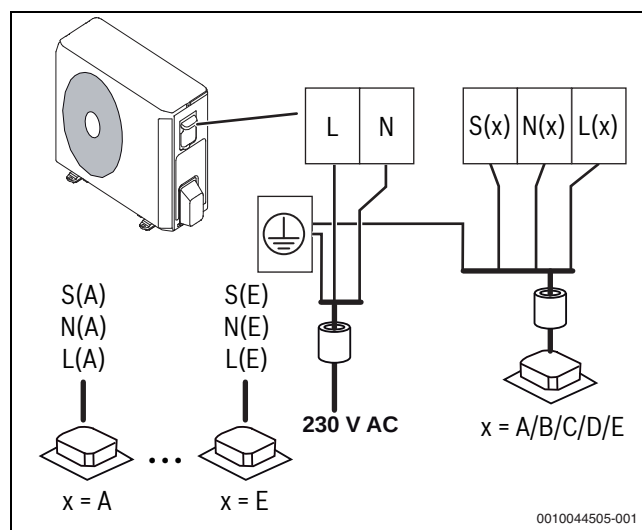

Bild 20 Außeneinheit anschließen
- ▶ Die Kommunikations-Kabel an der Zugentlastung sichern und an den Klemmen L(x), N(x), S(x) und $\oplus$ anschließen (Zuordnung der Adern zu den Anschlussklemmen wie bei der Inneneinheit) (→ Bild 20).